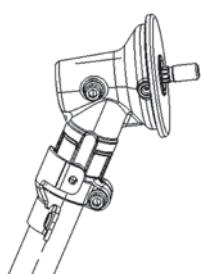
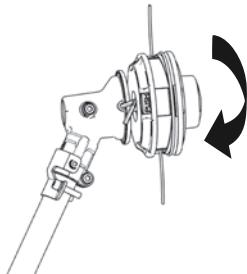

Рис. 4
Рис. 5
2. Повернуть приводной вал до появления отверстия со стороны корпуса редуктора (рис. 4), вставить шестигранный ключ № 1 во внутреннее отверстие и повернуть триммерную насадку на приводном валу против часовой стрелки, пока она не затягивается достаточно плотно (рис. 5).